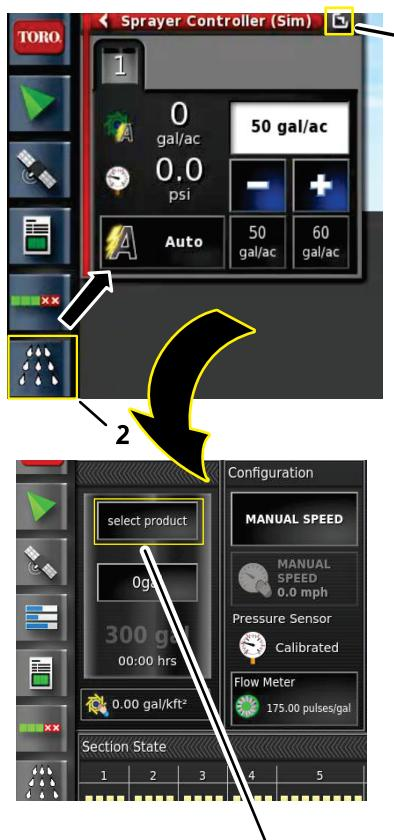

图 115
2. 按打药车控制器图标然后按打药车控制器面板中的“展开视图”图标图 115。
3. 按产品配置图标图 115。